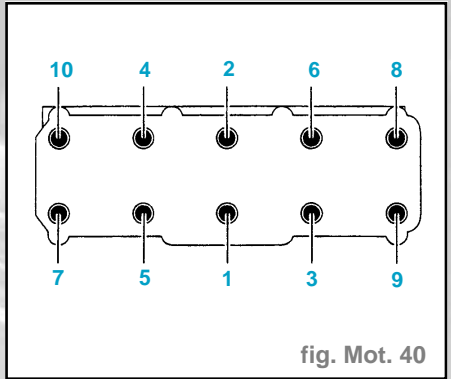

fig. Mot. 40
- Serrer la culasse en quatre passes dans l'ordre indiqué, en procédant comme suit (fig. mot. 40) :